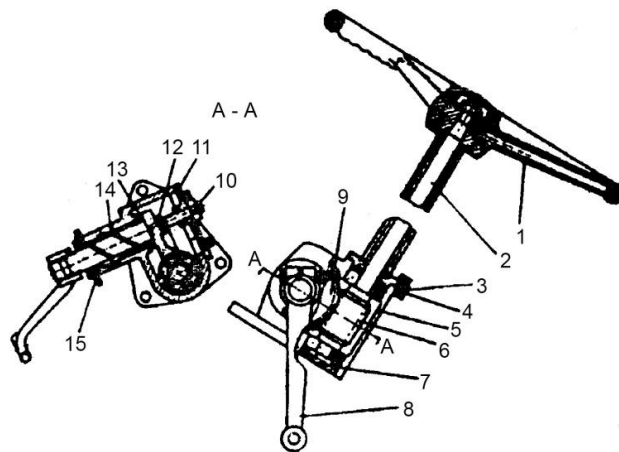

Рис. 25. Рулевое управление
- Регулировка осевого зазора поворотного вала (См. Рис.25, 26).
- **Рисунок 25.** Рулевое управление: **1** - колесо рулевого управления; **2** - вал рулевого управления; **3** - крышка верхняя; **4** - прокладка; **5** - картер рулевого управления; **6** - червяк поворотный; **7** - крышка нижняя; **8** - сошка рулевого управления; **9** - червячный сектор; **10** - болт крепления; **11** - крышка боковая; **12** - прокладка стопорная; **13** - прокладки регулировочные; **14** - втулка регулирующего сердечника; **15** - крышка пылезащитная.